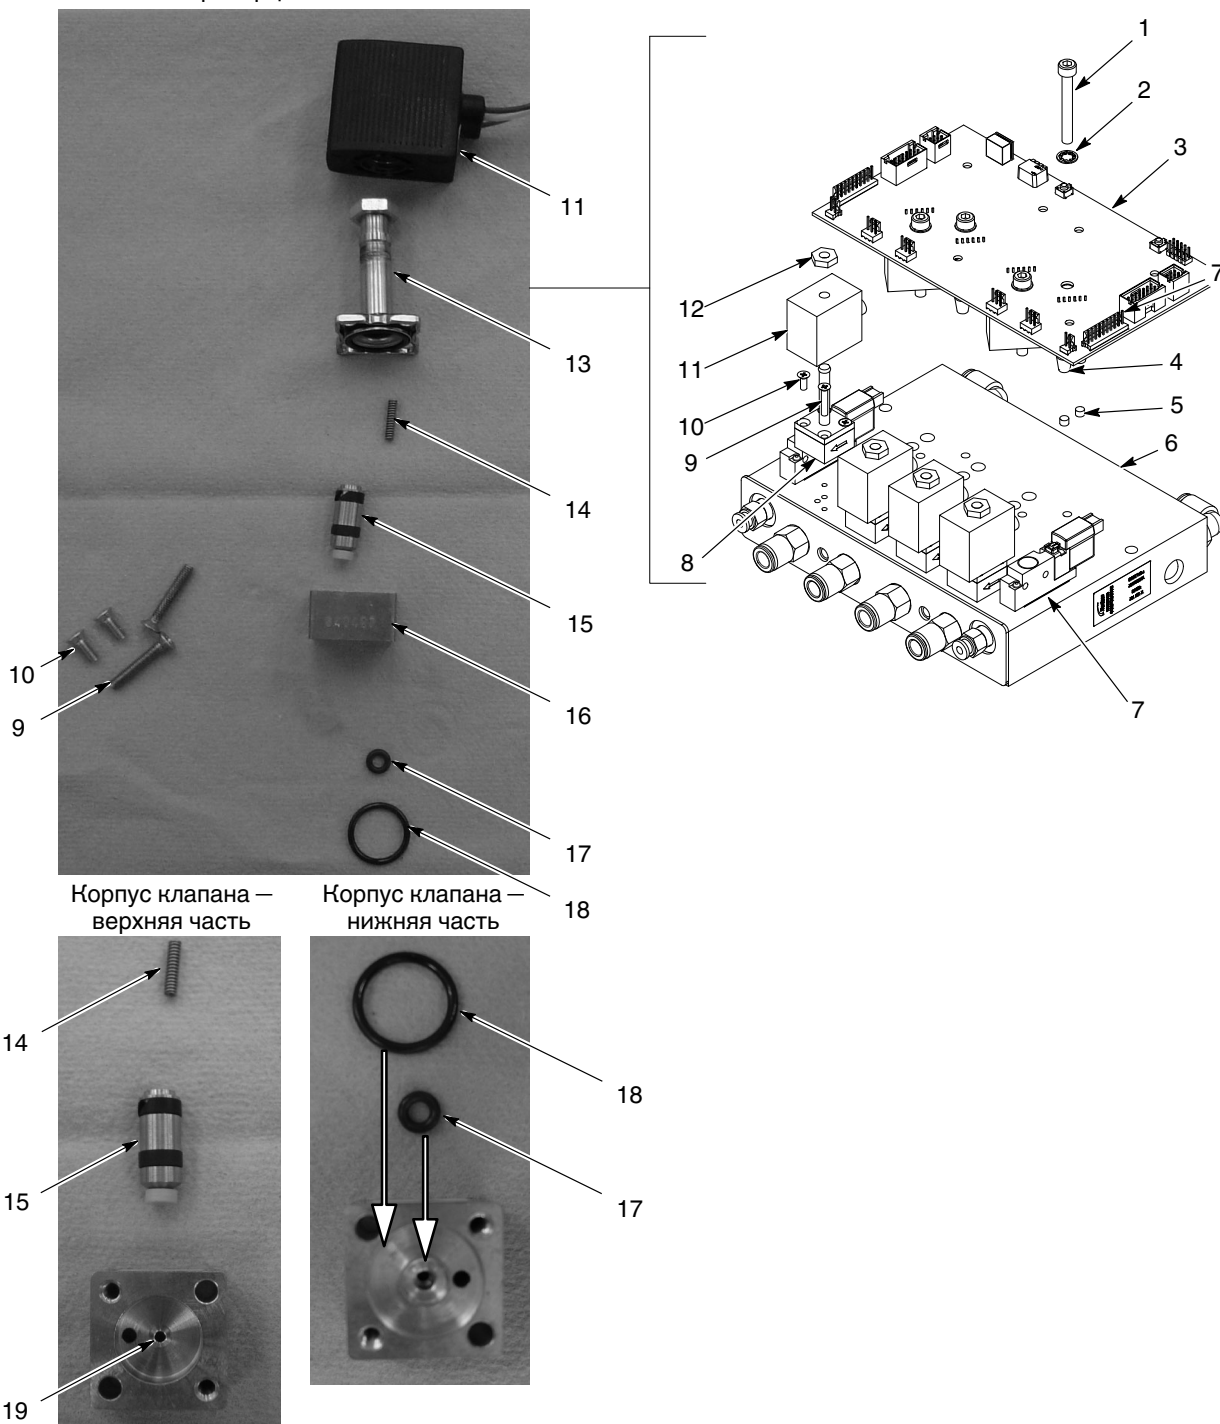

Рис. 5-4 Очистка и ремонт модуля iFlow
См. рис. 5-4. Подача загрязненного воздуха может привести к неполадкам в работе пропорционального клапана (8). При разборке и очистке клапана руководствоваться следующими инструкциями.
1. Отсоединить провода катушки (11) от печатной платы (3). Отвернуть гайку (12) и снять катушку с пропорционального клапана (8).
2. Вывернуть два длинных винта (9) и снять пропорциональный клапан с коллектора.
См. рис. 5-4. Для снятия электромагнитных клапанов воздуха распылителей (7) вывернуть два винта из корпуса клапана и снять клапан с коллектора.
См. рис. 5-4.